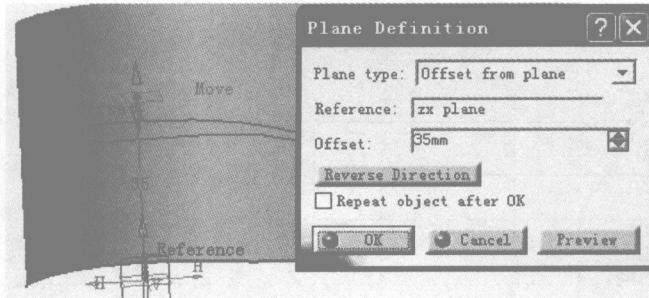

图 1-20 建立 Plane. 1(平面 1)
⑥ 单击 Wireframe 工具栏中的 Plane(平面)按钮，则弹出 Plane Definition(平面定义)对话框，在 Plane type(平面类型)下拉列表框中选择 Offset from plane，选取 ZX 平面作为参考平面填入 Reference(参考)文本框中，在 Offset(偏移)文本框中输入偏移距离为 35 mm。单击 Preview 按钮可查看结果，如图 1-20 所示。